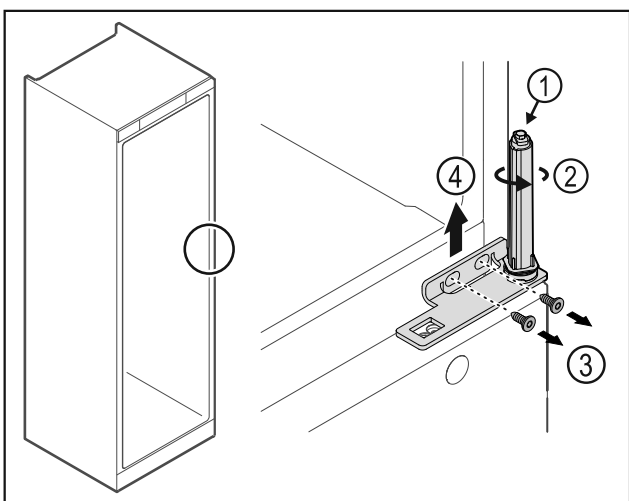

Fig. 32
- ▶ Не розбирати систему закриття дверей Fig. 32 (1).
- ▶ Повертати систему закриття Fig. 32 (2) до клацання.
- ▶ Ослабити гвинти Fig. 32 (3), шарнірний кутик Fig. 32 (4) зняти рухом вгору.